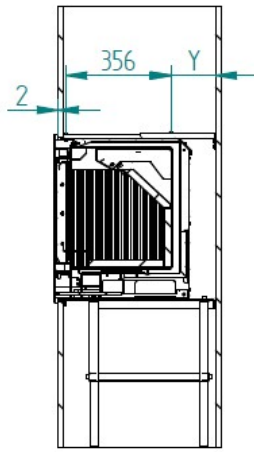

Figura 16 – Distancia mínima del marco a la cara de cartón yeso o mampostería
14. Finalmente puede colocar la puerta y el marco en el mueble, el marco debe tener una holgura de al menos 2 mm con respecto a la placa de yeso o a la mampostería, véase la Figura 16.